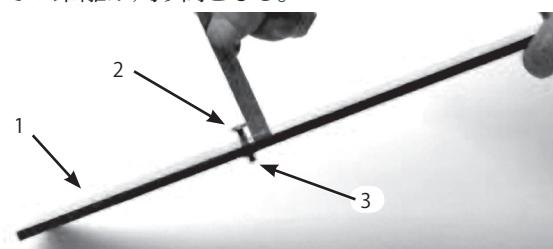

図14
2. ゲージバー(図14)のナットをゆるめ、調整ネジを希望の刈り高に合わせる。ネジ頭の下からバーの表面までの距離が刈り高となる。